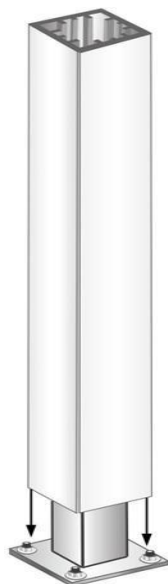

Рис. 2
- На монтажные стаканы надеваются столбы ограждения. (Рис. 2).